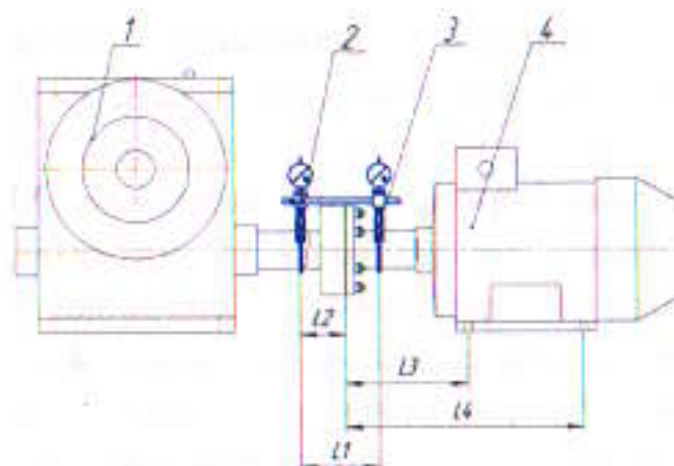

Рис.4
размеры L1...L4 указаны на рис.4, размеры L1...L5 указаны на рис.6;
2.6.Проверка центровки по программе «Центровка 1» (рис.4).